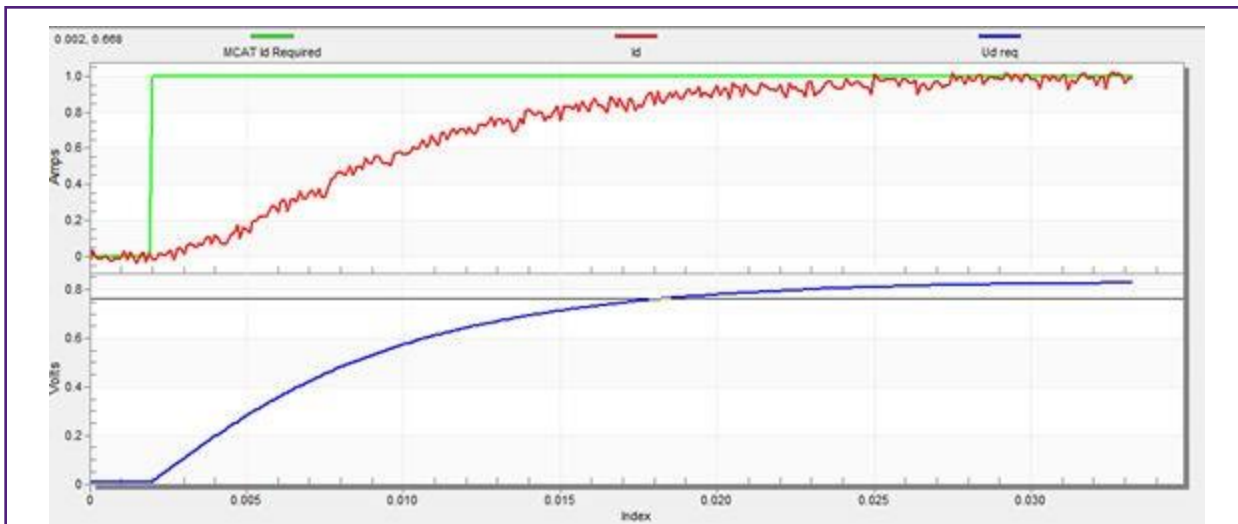

图18. Id 电流控制器的缓慢阶跃响应
- 选择“控制结构”选项卡，切换到“当前FOC”，将“lq\_req”设置为非常低的值（例如；0.01），并在“ld\_req”中设置所需步骤。recorder中显示了控制环路响应（见图18）。
- 环路带宽较低（110Hz），ld电流的稳定时间较长（见图18）。